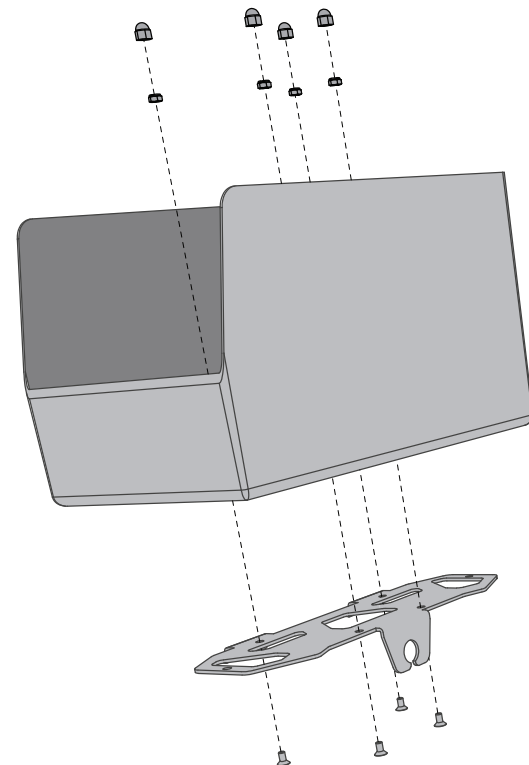

Figura 13. Installazione del supporto di sgancio rapido sul cesto
2. Installare un supporto di sgancio rapido su ciascun Cesto di carico aperto utilizzando quattro viti di fissaggio da 12 mm e quattro dadi Nyloc, come indicato in **Figura 13**. Serrare le viti di fissaggio a **6,0 N-m (4,4 ft-lbf)**.